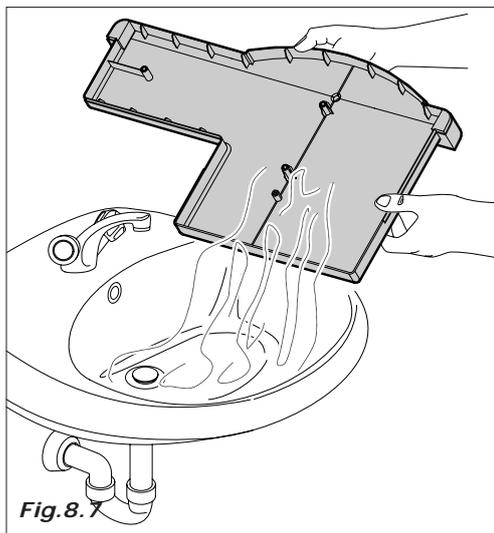

Fig.8.7
- esvaziar os recipientes fundos líquidos, limpá-los e/ou substituí-los (Fig.8.7)